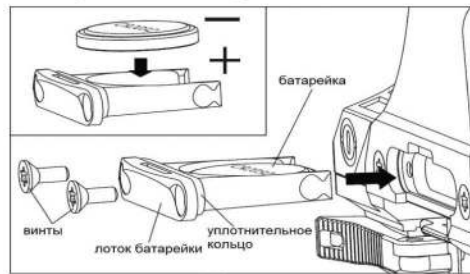

рис.3-2
2) Установка батарейки (см. Рис. 3-2):